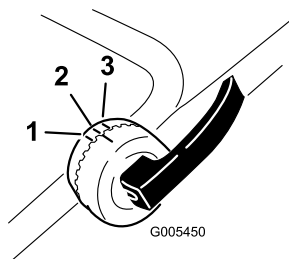

Figura 4
2. Abra los cierres del manillar superior y gire el manillar superior hacia arriba, bloqueándolo en una posición que le sea cómoda (Figura 4).
Nota: Puede poner el manillar superior en 1 de 3 posiciones. Alinee la marca con una de las 3 marcas del lado interior de los cierres del manillar superior (Figura 4).